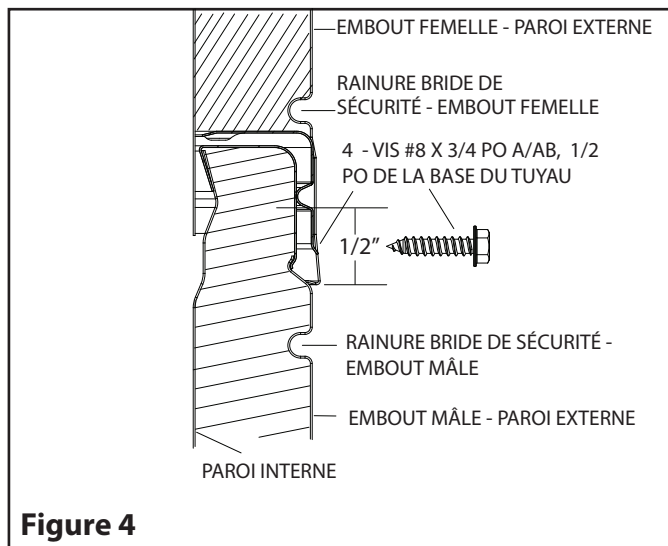

Figure 4
Comme alternative au collier de verrouillage, le joint peut être sécurisé à l'aide de quatre (4) vis en acier inoxydable #8 x 3/4 po, type A/AB (non fournies). Percer au préalable si nécessaire. Les vis doivent être réparties uniformément et installées à 1/2 po de l'extrémité du tuyau. Voir la **Figure 4**.
NOTE: Si un joint se retrouve dans un coupe radiation de grenier, vous devrez substituer la bride de sécurité par 4 vis à métal (Se référer à la Figure 4)